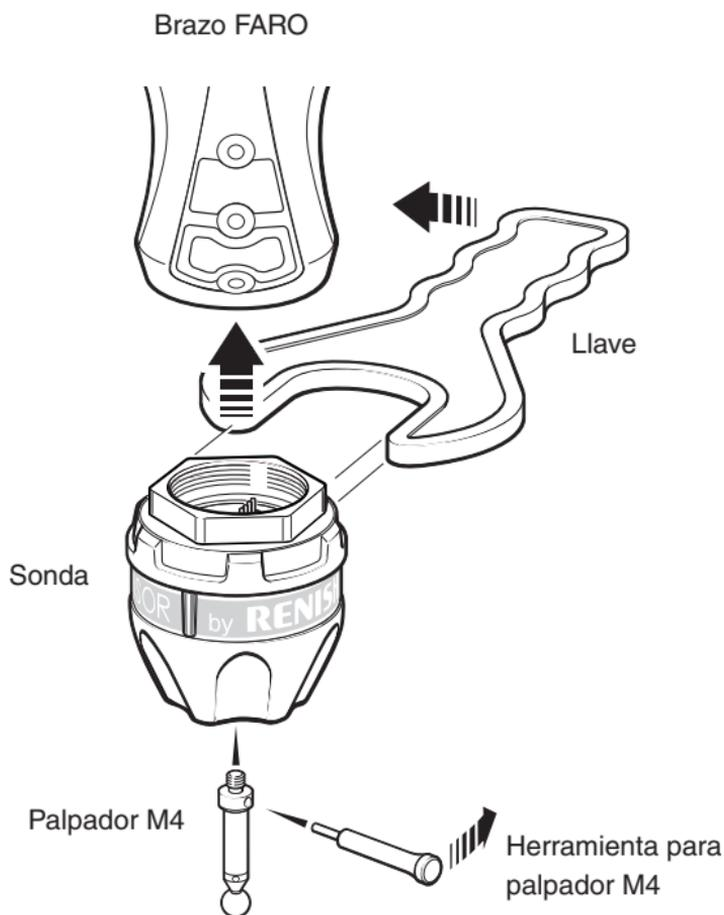

Figura 3: Colocación del SENSOR FARO en un brazo
Para colocar el SENSOR FARO en un brazo, siga este procedimiento (véase la figura 3):
2. Coloque la llave suministrada en el cuerpo de la sonda, como muestra la figura 3.
Para colocar un palpador en el SENSOR FARO, siga este procedimiento (véase la figura 3):